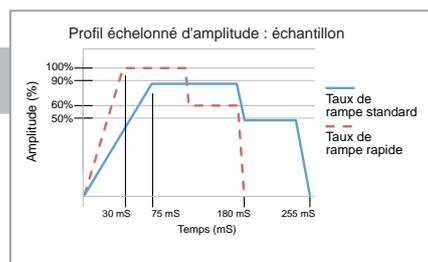

Figure 1
- Contrôle numérique de l'amplitude** – Les DCX A et F proposent un contrôle numérique de l'amplitude grâce à l'interface utilisateur LCD, l'interface utilisateur globale Branson ou depuis une source externe fournie par l'utilisateur. Le taux de variation et le niveau d'amplitude peuvent être ajustés instantanément pendant un soudage afin d'augmenter l'énergie de soudage, de réduire la durée de soudage et d'augmenter la cadence de production (fig.1).